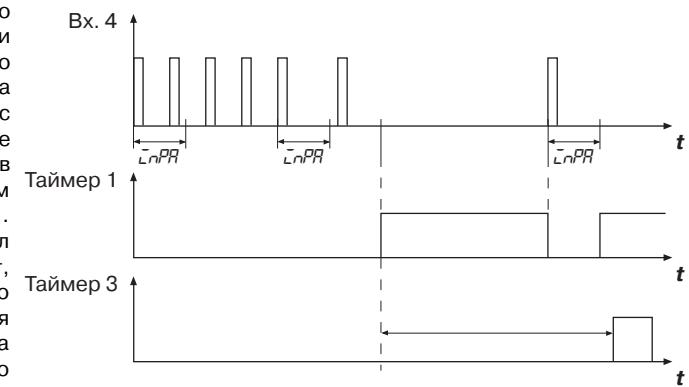

Рис. 6
3.2.5.3. Таймер 3 предназначен для задержки выключения управления приводом на время, заданное в программируемом параметре *Lntr8* (см. прил. В, табл. В3), обеспечивая плотное закрытие задвижки (рис. 6). Кроме того, благодаря такой задержке исключается ложное выключение управления приводом при «подклинивании» задвижки в процессе движения.